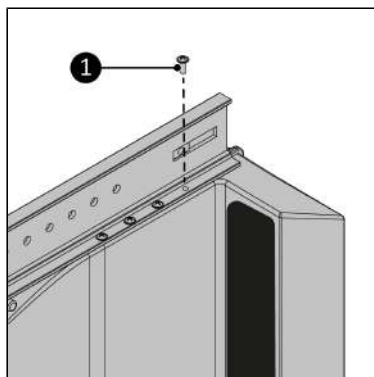

Abbildung 148.
5. Schrauben Sie die Hauptschiene mit den acht 3,5 x 12 mm Schrauben (Abbildung 148, Pos. 1) am Way-out fest. Stellen Sie sicher, dass alle Schraubenlöcher übereinstimmen.